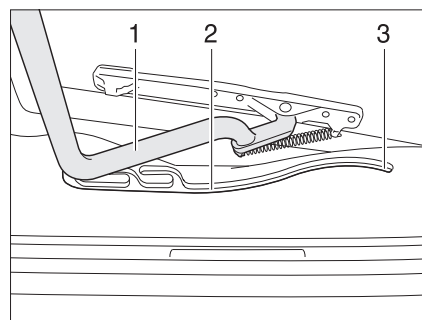

Fig. 46 Lanterneau Heki, glissière
- Tirer l'étrier (Fig. 46,1) dans les glissières (Fig. 46,2) jusque dans la position la plus reculée (Fig. 46,3).
- Pousser l'étrier (Fig. 46,1) légèrement vers le haut avec les deux mains.
- Tirer l'étrier dans les glissières (Fig. 46,2) jusqu'à la position souhaitée.